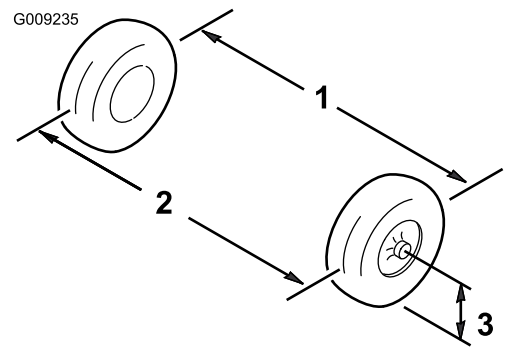

图 53
1. 以轮轴的高度为标准、分别测出两个前轮的轮前距离和轮后距离 (图 53)。